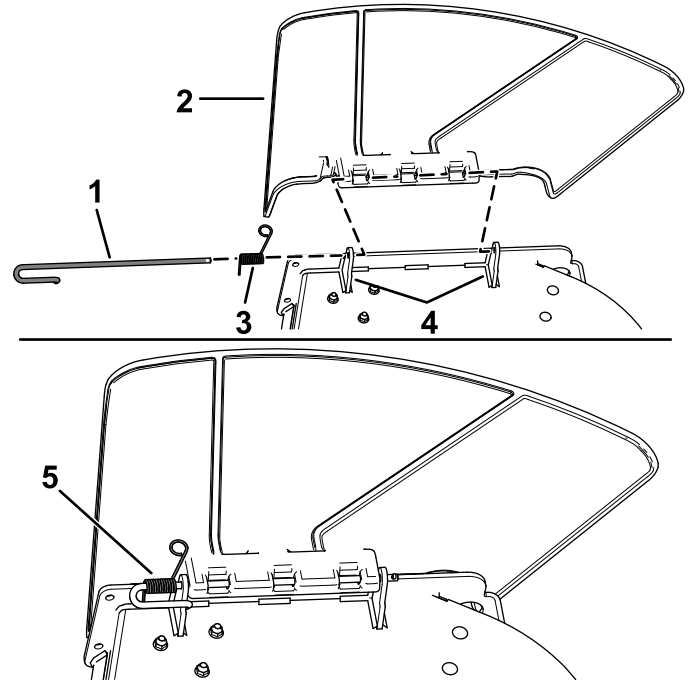

Figura 75
1. Togliete la coppiglia (Figura 75).
2. Sganciate la molla dalla tacca presente sulla staffa del deflettore e fate scorrere l'asta per estrarla dalle staffe saldate del piatto di taglio, dalla molla e dal deflettore di scarico (Figura 75).
9. Montate la coppia (Figura 75).